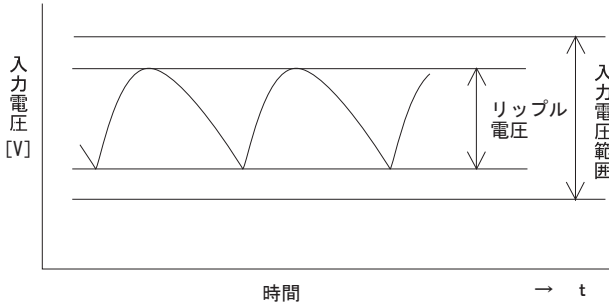

図2.1 入力電圧のリップル
(4) 入力電源
- 入力電圧に含まれるリップル電圧（図2.1）は、以下のようにご使用ください。この値が大きいと出力リップル電圧が大きくなります。